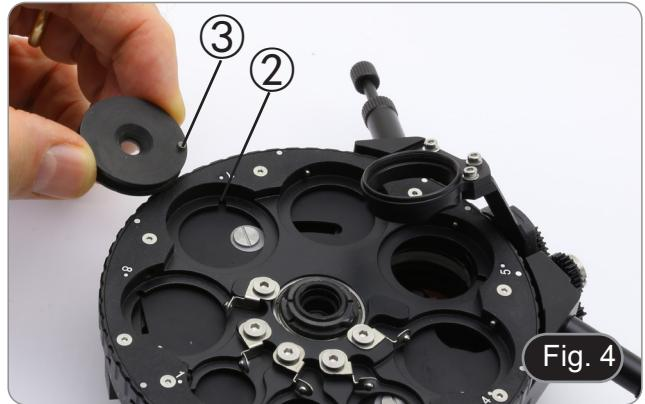

Fig. 4
- Alinee el pie en la parte inferior del prisma DIC ③ (Fig. 4) con la ranura del condensador ②.